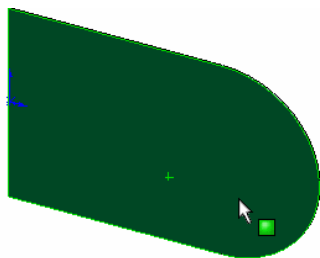

图 9-90 选择基准面
④ 选择绘图基准面。单击钣金件的一个面，单击“标准视图”工具栏中的“正视图”图标，将该基准面作为绘制图形的基准面，如图 9-90 所示。